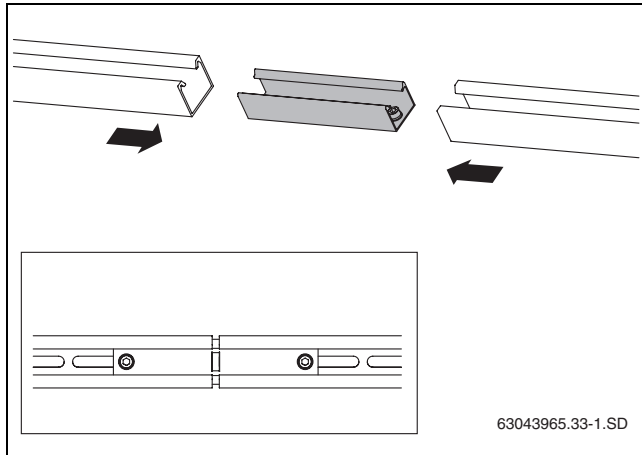

Bild 27 Profilschienen verbinden
- ▶ Steckverbinder (Bild 27, [1]) bis zum Anschlag in beide Profilschienen (Bild 27, [2]) schieben.
- ▶ Zur Arretierung die beiden vormontierten Gewindestifte M10 (Bild 27, [3]) im Steckverbinder mit Schlüssel SW 5 anziehen.